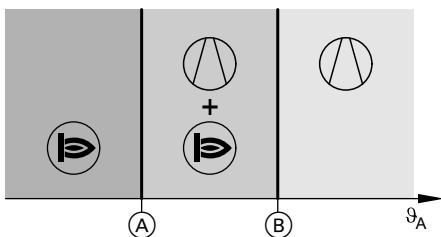
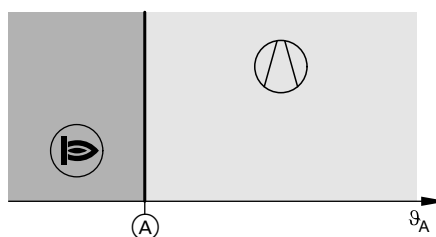

Abb. 18
Abb. 19
Ihr Fachbetrieb hat die beiden Außentemperaturgrenzen (A) und (B) fest eingestellt: Siehe Abb. 18 und Abb. 19.